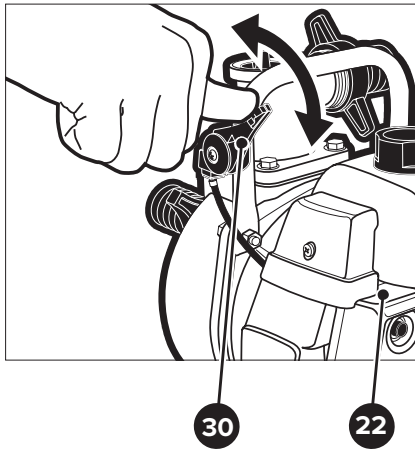

Рисунок 13 — Регулирование частоты вращения двигателя мотопомпы
- После прогрева двигателя 22 медленно поворачивайте рычаг газа 30 к положению «МАКС» (см. рис. 13), установив тем самым необходимую частоту вращения двигателя, и, следовательно, отрегулировав производительность мотопомпы. Убедитесь, что имеется выброс воды из выпускного шланга 42 (см. рис. 5).